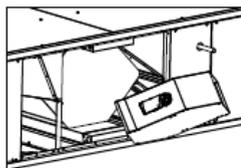

Fig. 3
5. Tourner le by-pass comme indiqué fig. 3 et 4.